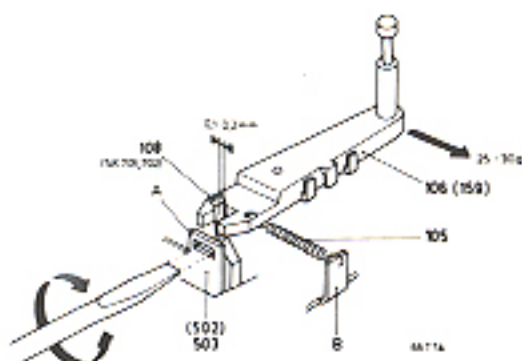

Fig. 9
D. EINSTELLUNG DER BANDSPANNUNGSREGELUNG (Abb. 9)
- Der Abstand zwischen dem Mittelkontakt des Schalters 108 und der Schlitzseite im Bandspannungskomparator 106 (159) in der Ruhelage muss 0,1...0,2 mm betragen.